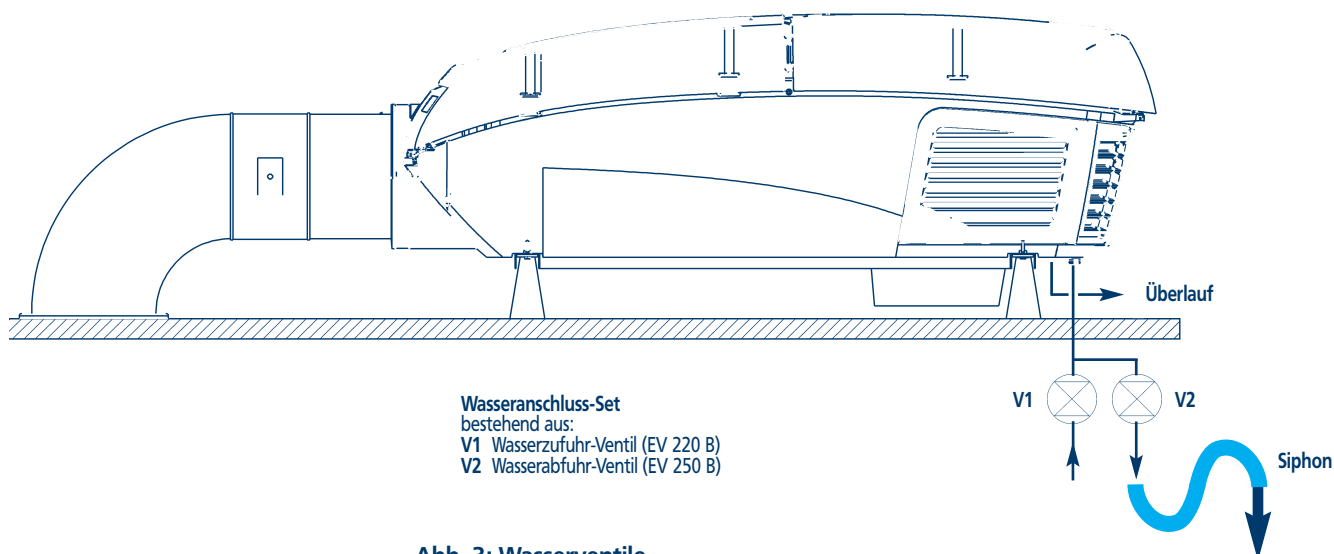

Abb. 3: Wasserventile
- Achten Sie bei der Installation der Ventile auf die richtige Strömungsrichtung (s. Abbildung 3). Bei der Wasserabfuhr muss ein Siphon berücksichtigt werden. Der Überlauf-Schlauch kann auf das Dach gelegt werden, wenn die Wasserabfuhr gesichert ist.